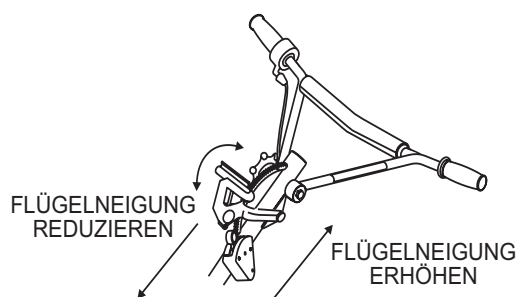

Abbildung 28. Quick Pitch™ T-Griff
1. Um die Flügel mit dem „**Quick Pitch™ T-Griff**“ (Abbildung 28) nach oben zu neigen, einfach die Auslösersperre drücken und den **T-Griff** zum Bediener ziehen. Wenn der **T-Griff** in Richtung Motor geschoben wird, legen sich die Flügel flach.